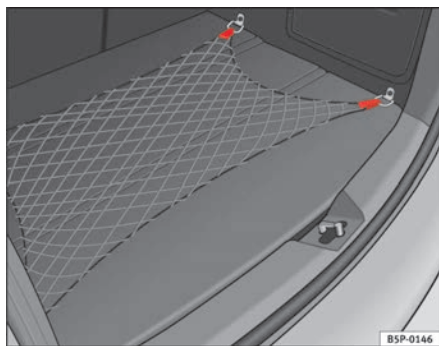

Fig. 108 Red portaobjetos maletero
- Utilice las anillas de amarre existentes en los laterales del maletero, para fijar la red portaobjetos ⇒ fig. 108